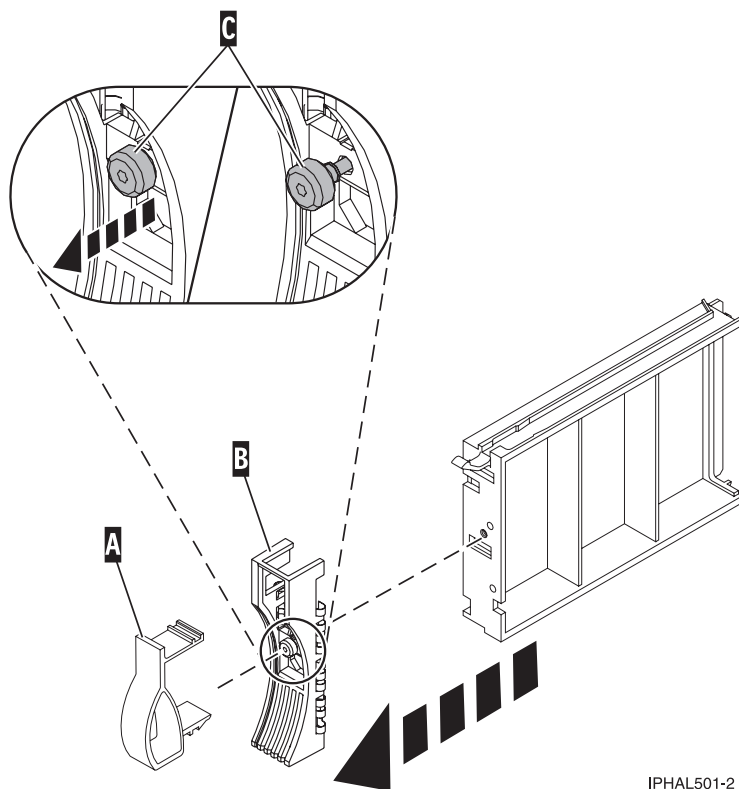

Figure 31. Retrait du panneau frontal d'une unité de disque
1. A partir de l'unité de disque ou de l'obturateur d'unité de disques retiré, retirez doucement le loquet du panneau frontal de l'unité de disque (A) du bord avant de l'obturateur (voir figure 31.)
2. Dévissez et retirez la vis moletée (C) pour dégager le panneau frontal (B) du bord avant de l'obturateur.